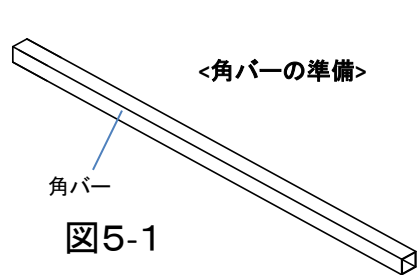

図5-1
- ・上記で確認をしたMバーのピッチを元に、BBクリップSP上部金具を角バー両側へ取付けしたときに両端部の角バーが15mm程度以上出る長さで角バーを用意して下さい(図5-1・5-5)。